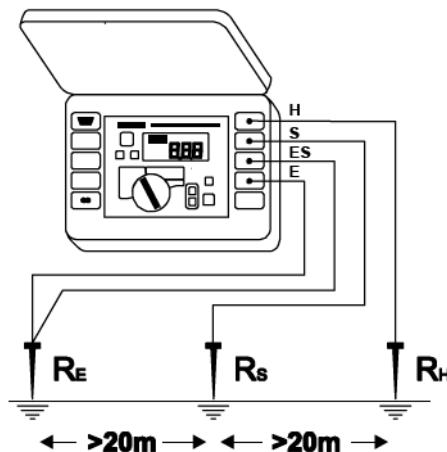

Рис.9. Четырехполюсная схема измерения сопротивления заземления
- Соединить заземлитель с измерительными гнездами **3** и **4** измерителя, обозначенными как „E“ и „ES“ соответственно (Рис.9).